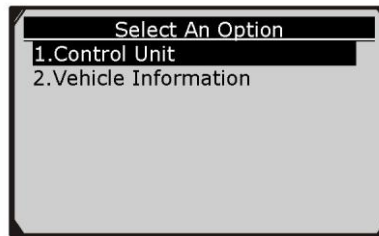

Рисунок 6-17
10) Для получения информации выберите необходимый параметр в меню **Select An Option [Выбор параметра]**. См. рисунок 6-17.